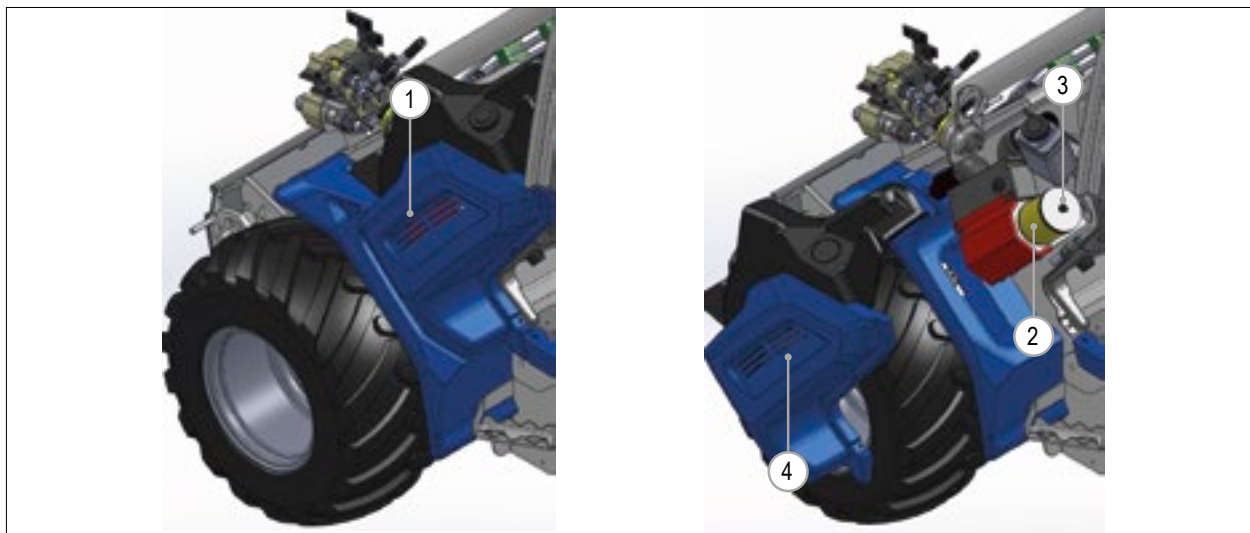

РИС. 52
- 2) Снимите левую панель (РИС. 52 – Сс. 1), ослабив винты крепления к раме.
- 3) Снимите воздушный фильтр (РИС. 52 – Сс. 2), ослабив крепежные винты (РИС. 52 - Сс. 3).
- 6) Установите левую панель (РИС. 52 - Сс. 4) и закрепите ее винтами.